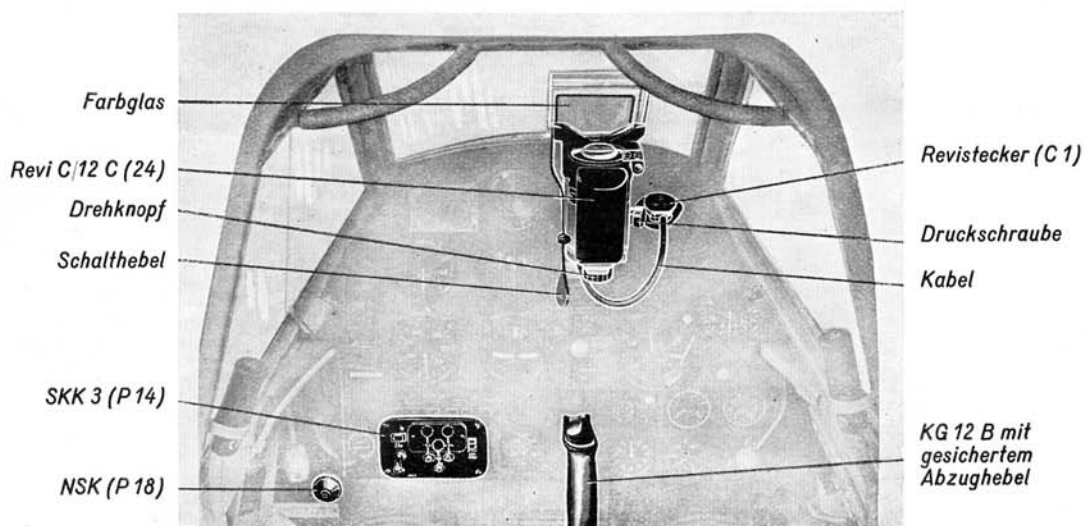

Abb. 4: Bedienungsanlage der starren MG-Ausrüstung.
- SKK 3** (Abb. 4) Auf der linken Unterreihe des unteren Gerätebrettes ist das kombinierte Gerät SKK 3 — Schalt- und Kontroll-Kasten für 3 MG — vorgesehen. Der links angeordnete Rippshalter dient als Hauptschalter für die Bedienungsanlage (mit Ausnahme der Revibeleuchtung). Rechts davon liegen — sinnfällig nach den eingebauten Waffen angeordnet — die drei Durchladefnöpfe mit den zugehörigen Verschlußkontrolllampen, die bei der Stellung „Verschluß hinten“ rot aufleuchten. Weiterhin ist rechts das Schauzeichen für die starre MG-Kamera ESK 2000 angebracht.
- NSK** (Abb. 4) Am unteren Gerätebrett ist in unmittelbarer Nähe des SKK 3 der Null-Schuß-Kontrollknopf angeordnet, der zum direkten Ein- und Auschalten der EKu (und ESi) und damit zum Ein- bzw. Auskuppeln des Doppelgebers unabhängig vom Abzughebel des Steuerknüppels vorgesehen ist.